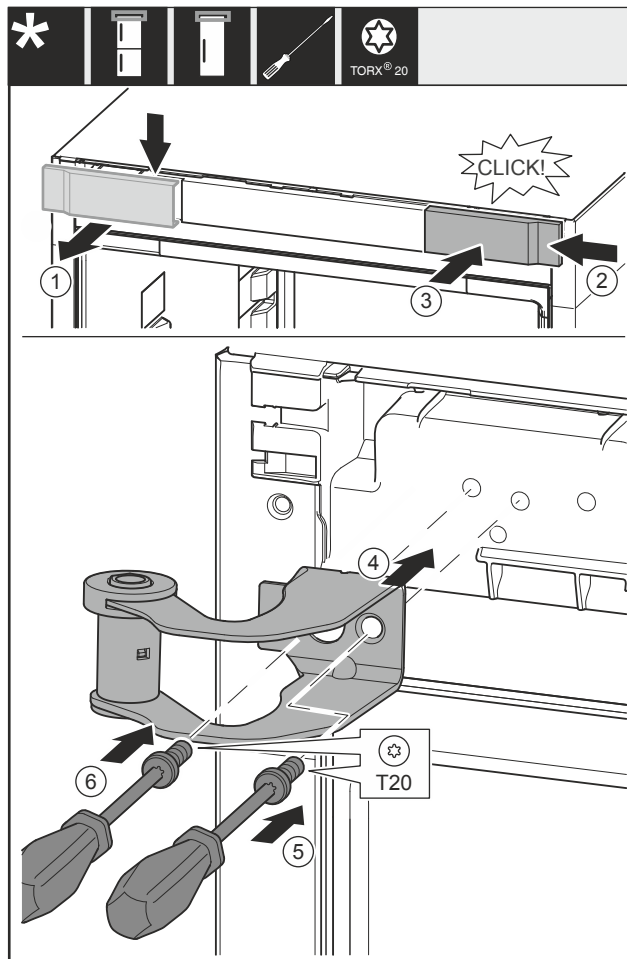

Fig. 16
- ▶ Снимите крышку Fig. 16 (1) сверху вперед.
- ▶ Навесьте крышку Fig. 16 (2), повернув ее на 180°, справа с другой стороны.
- ▶ Зафиксируйте крышку Fig. 16 (3).
- ▶ Установите верхний опорный кронштейн Fig. 16 (4).
- ▶ Затяните винт Fig. 16 (5).
- ▶ Затяните винт Fig. 16 (6).